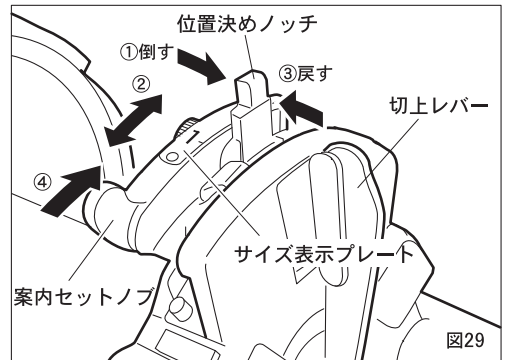
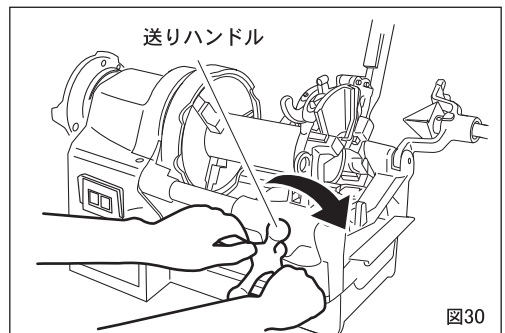

図29
図30
サイズ変更をする場合（図29）
1. 位置決めノッチを図29の矢印①の方向に倒す。
2. サイズ表示プレートに表示されている希望のパイプサイズに位置決めノッチを合わせる。（矢印②）
3. 位置決めノッチを矢印③の方向に倒しながら、ノッチの溝に位置決めピンをはめ込む。
- ②案内セットノブを矢印④の方向に止まるまで押すと、ダイヘッドはセットの位置になります。スイッチを入れると、オイルはダイヘッドから自動的に注油されます。
- ③送りハンドルを時計方向に回して、パイプにダイヘッドを押しつけ、チェーザを食い付かせてください。（図30）
- ④ねじが3～4山切ればあとは自動的にねじが切れ、ねじが規定の長さになると、切上げレバーによりチェーザが自動的に開きます。
- ⑤送りハンドルを反時計方向へ回してダイヘッドをパイプから離します。